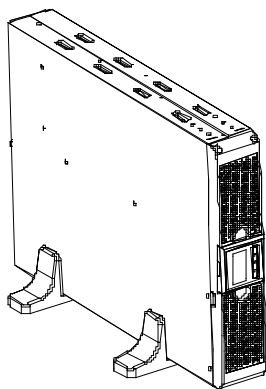

Рис. 2
2. Осторожно опустите ИБП на две подставки (рис. 2).